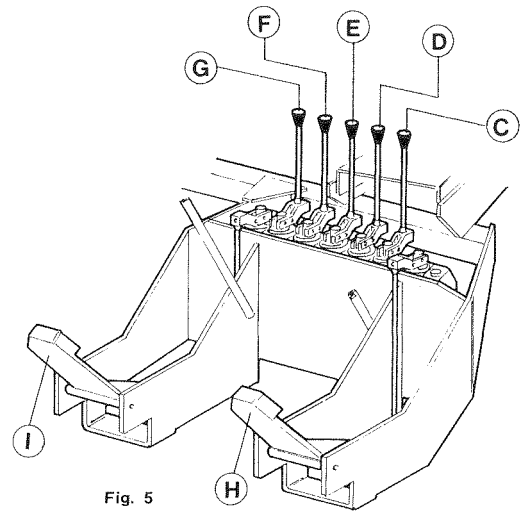

Fig. 5
- il distributore posto in alto sulla colonna (fig. 5) serve per il comando della gru e i loro movimenti si realizzano con le leve (C, D, E) e con i pedali (H, I) mentre i movimenti di eventuali accessori idraulici si realizzano con le leve (F, G).
- The distributor on the top seat, on the column, (fig. 5), operates the crane functions through levers (C,D,E) and pedals (H, I), eventual supplementary functions are through levers (F, G).
- Le distributeur, placé en hauteur sur la colonne (fig. 5), actionne les mouvements de la grue au moyen des leviers (C, D, E) et des pédales (H, I); le fonctionnement d'éventuels accessoires hydrauliques s'obtient au moyen des leviers (F, G).
- Die Hebel (G, D, E) und (H, I) am Steuerblock des Hochsitzes an der Säule (Bild 5) sind zur Bedienung der Kranbewegungen. Eventuelle zusätzliche Funktionen erfolgen durch weitere Hebel (F, G).